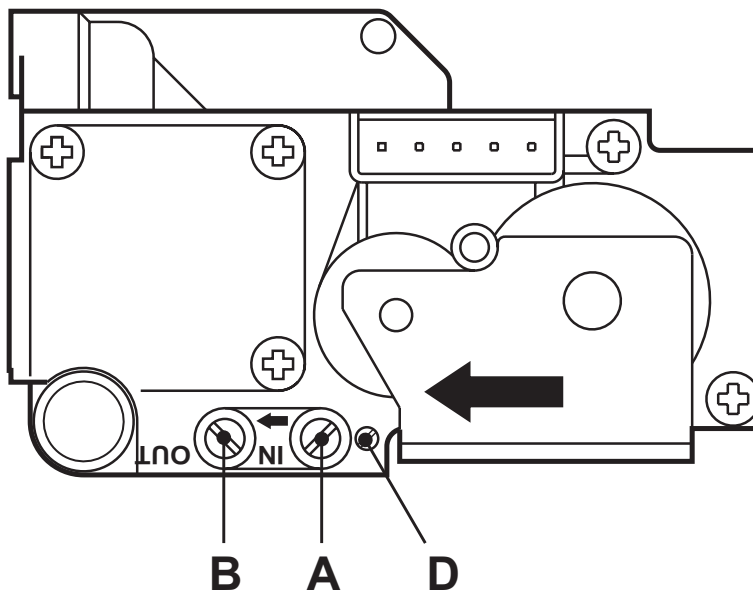

fig. 18 - Valvola gas
- Collegare un idoneo manometro alla presa di pressione "B" fig. 18 posta a valle della valvola gas
- Regolare la pressione minima attraverso la vite "D" fig. 18, in senso orario per diminuirla ed in senso antiorario per aumentarla.